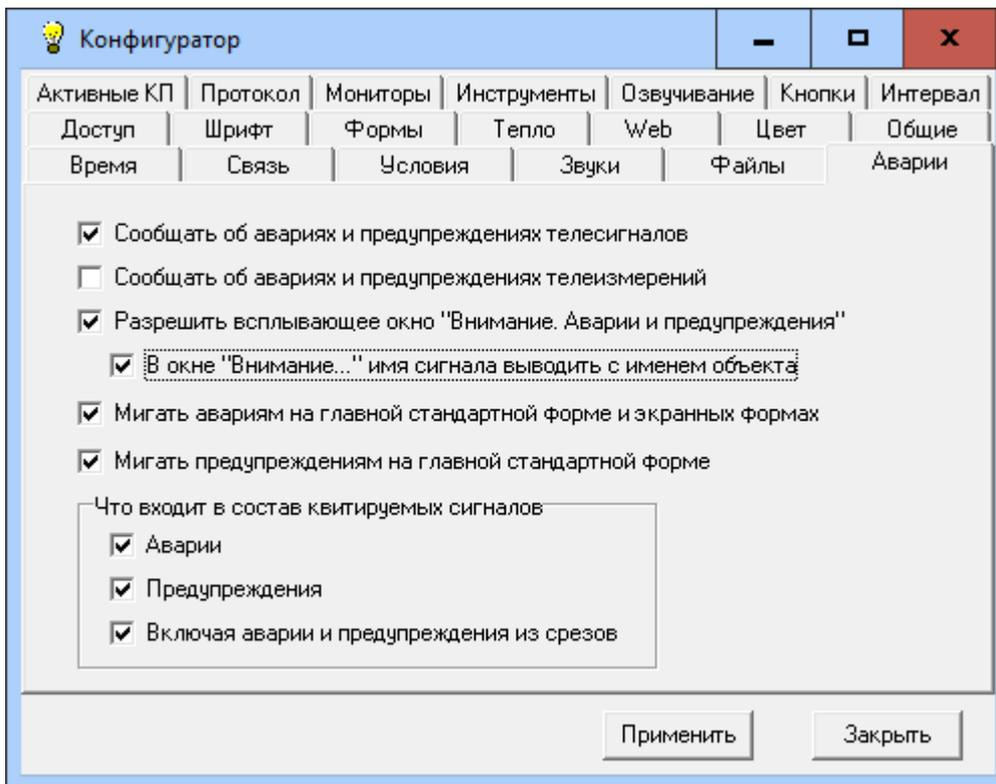

Рис.3.8. Окно конфигурации АРМ ТМ. Закладка “Аварии”.
3.4.6. Закладка “Аварии” имеет вид, показанный на рис.3.8.